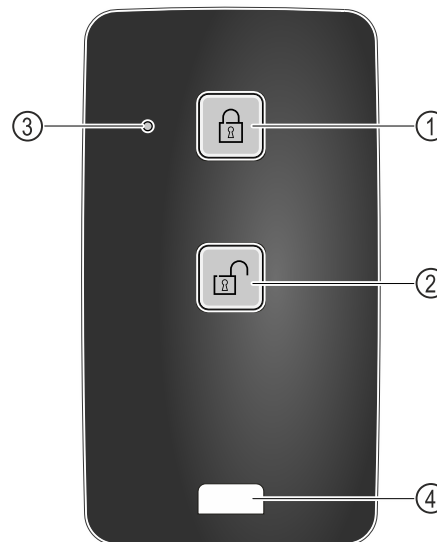

Fig. 249
- (1) Schloss verriegeln
- (2) Schloss entriegeln
- (3) Status LED
- (4) Befestigungsöse
- ▶ Taste Fig. 249 (1) auf der Fernbedienung drücken.
- ▶ Taste Fig. 249 (2) auf der Fernbedienung drücken.
- ▶ Status-LED Fig. 249 (3) gibt bei Tastendruck eine optische Rückmeldung.
- ▶ Öse Fig. 249 (4) zur Befestigung der Fernbedienung, zum Beispiel an einem Schlüsselbund.